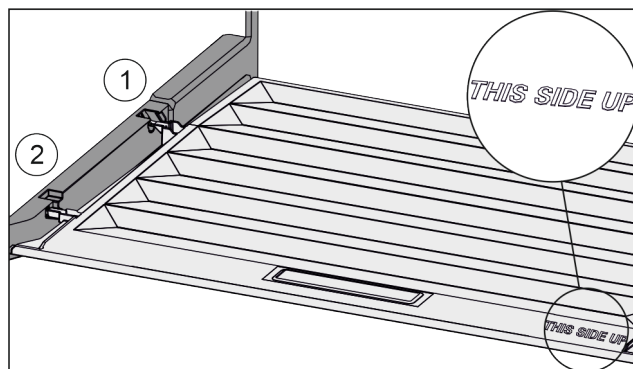

Fig. 104
- ▶ Anbring dækslets tappe over åbningen i den bageste holder Fig. 104 (1), og lad dem gå i indgreb i forreste holder Fig. 104 (2).